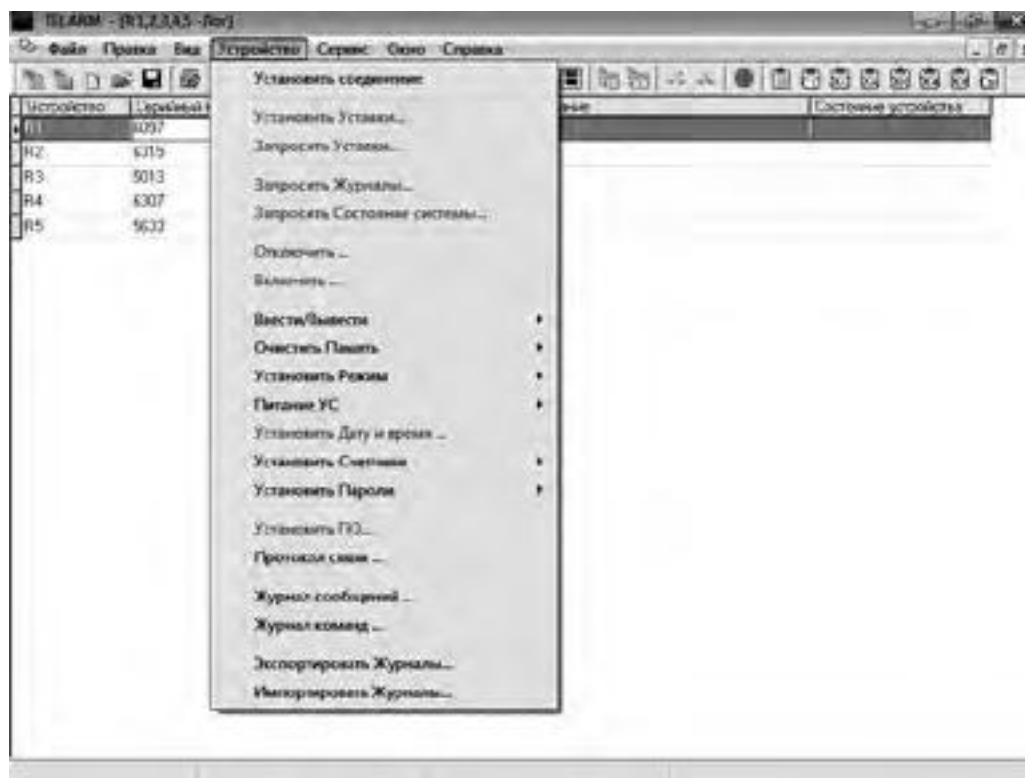

Рис. 4.7. Запрос «Состояния системы», «Протокола связи»
1. Выполнить команду «Устройство/Запросить Состояние системы» (см. Рис. 4.7) .